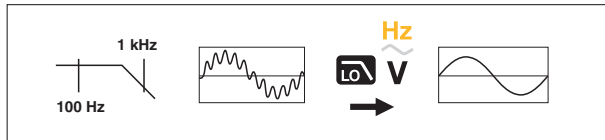

Figura 5. Filtro passa-baixas
As medições de CA usam um filtro passa-baixo de CA (LO). O filtro bloqueia tensões indesejadas acima de 1 kHz. Veja a Figura 5. As tensões com frequências menores passam, com precisão reduzida, para a medida abaixo de 1 kHz. O filtro passa-baixas pode melhorar o desempenho nas ondas senoidais compostas que normalmente são geradas por inversores e acionamentos de motor de frequência regulável.